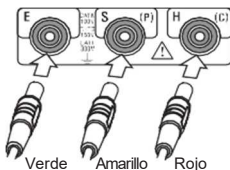

Figura 7-2
(1) Conexión
Clava las espigas de tierra auxiliares S(P) y H(C) en el suelo profundamente. Deben alinearse a una distancia de 5 a 10 m del equipo conectado a tierra bajo prueba. Conecte el cable verde al equipo conectado a tierra bajo prueba, el cable amarillo a la toma de tierra auxiliar S(P) y el cable rojo a la toma de tierra auxiliar H(C) desde los terminales E, S(P) y H(C) del instrumento en orden. Véanse las Figura 7-2 y 7-3.